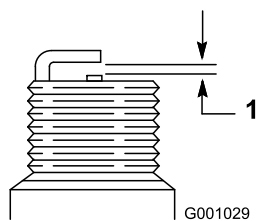

Figure 57
4. Réglez l'écartement des électrodes de la nouvelle bougie à 0,76 mm (0,030 po), comme montré à la Figure 57.